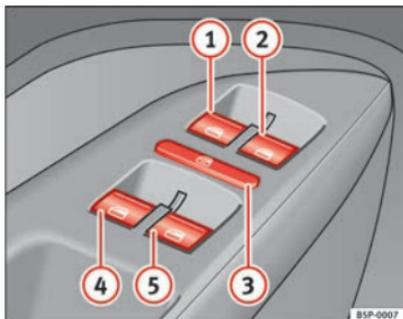

Abb. 67 Ausschnitt aus der Fahrertür: Bedienelemente für vordere und hintere Fenster
Die Tasten ⇒ Abb. 67 ① und ② haben zwei Stufen zum Öffnen und zwei zum Schließen des Fensters. Dadurch ist es einfacher, die Öffnungs- und Schließvorgänge zu kontrollieren.